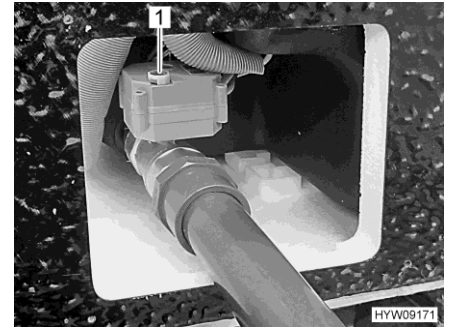

Bild 145 Handrad (Abwasserhahn)
- Zum Öffnen des Abwasserhahns Handrad (Bild 145,1) nach oben ziehen und entgegen dem Uhrzeigersinn bis zum Anschlag drehen. Die Drehrichtung (O für Öffnen, S für Schließen) ist auf dem Handrad gekennzeichnet.
- Zum Schließen des Abwasserhahns Handrad (Bild 145,1) nach oben ziehen und im Uhrzeigersinn bis zum Anschlag drehen.